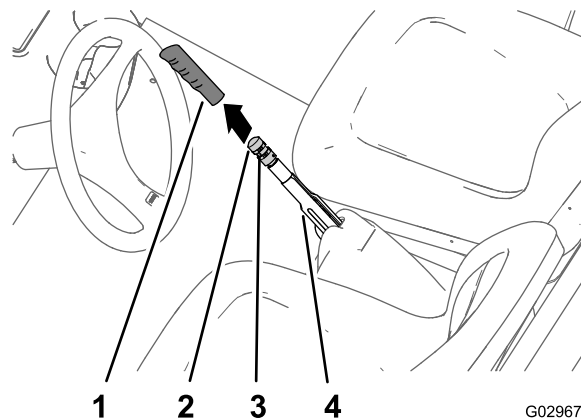

Figura 66
1. Retire la empuñadura de la palanca del freno de estacionamiento (Figura 66).
2. Afloje el tornillo de fijación que sujeta el pomo de ajuste del freno a la palanca del freno de estacionamiento (Figura 66).
- Gire el pomo de ajuste del freno hasta que se requiera una fuerza de 133-156 N para accionar la palanca de freno de estacionamiento (Figura 66).
- Apriete el tornillo de fijación e instale la empuñadura (Figura 66).
- Retire la empuñadura de la palanca del freno de estacionamiento (Figura 66).
- Afloje el tornillo de fijación (Figura 66) que sujeta el pomo de ajuste del freno a la palanca del freno de estacionamiento y afloje el pomo de ajuste del freno.
- Gire el pomo de ajuste del freno (Figura 66) hasta que se requiera una fuerza de 133-156 N para accionar la palanca de freno de estacionamiento.